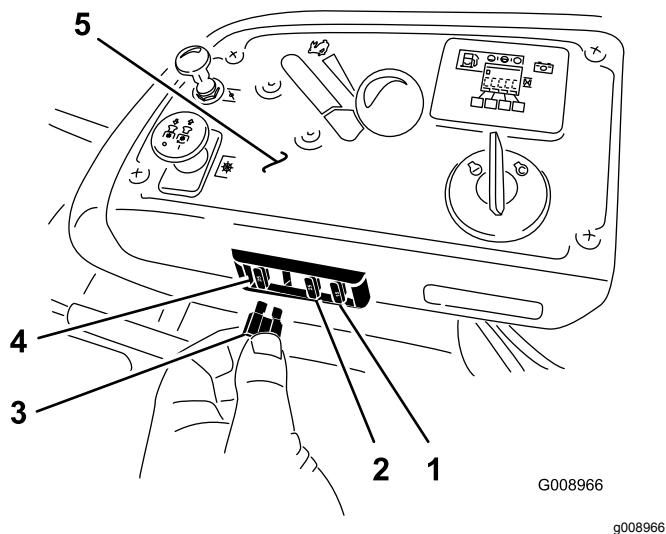

Figura 62
1. Los fusibles están situados en la consola, a la derecha del asiento (Figura 62).
3. Instale un fusible nuevo (Figura 62).